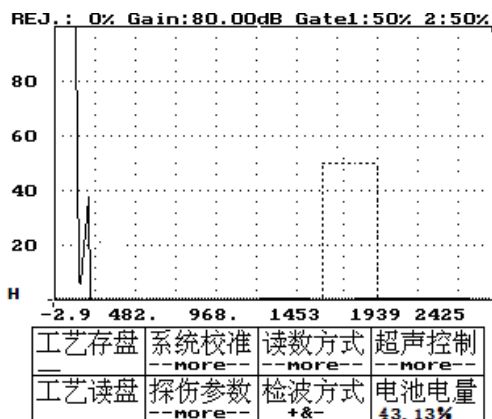

图 19-1
4、按进入键——进入工艺存盘功能，虚框变实框，同时在“工艺存盘”下方有“—”光标，提示用户输入所需存储的工艺文件名编号，如图 19-1 所示。